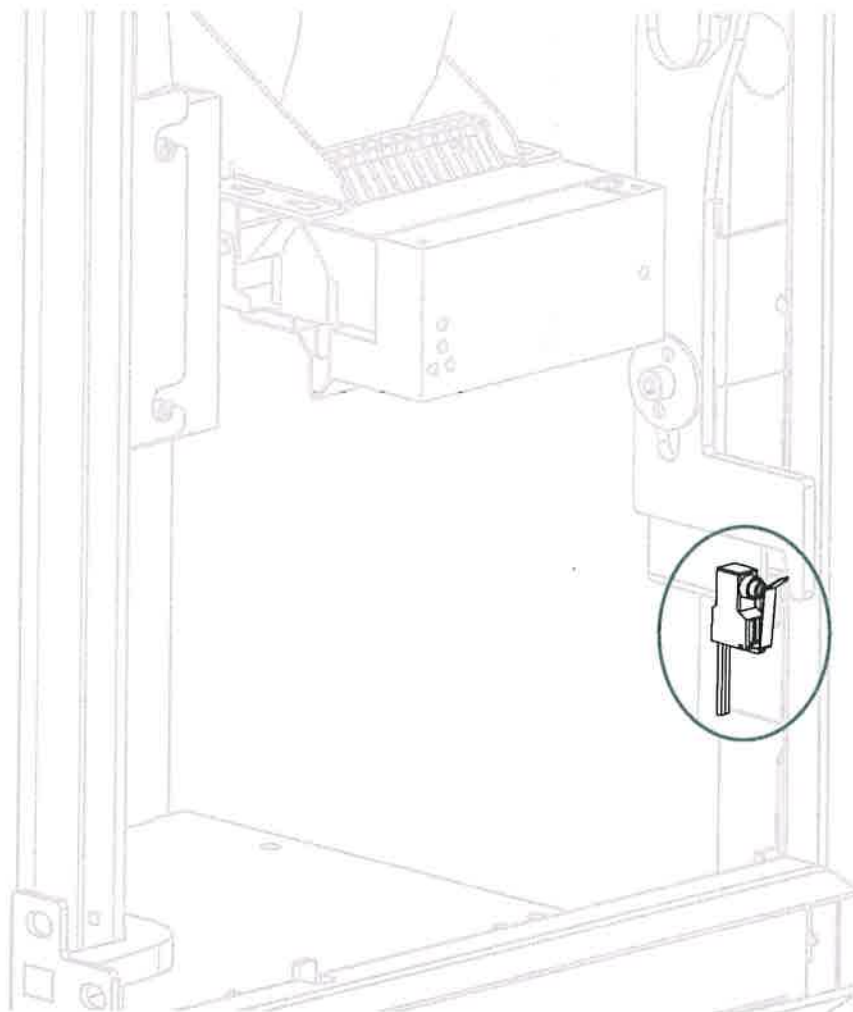

Figura 9 - Localização sensor na porta superior.
1. Instalar o novo sensor na porta superior de acordo com a Figura 9;